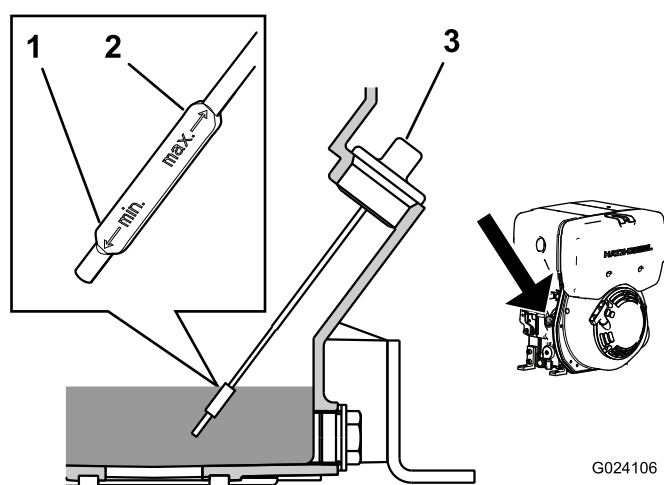

Рисунок 18
4. Очистите поверхность вокруг измерительного щупа (Рисунок 18), чтобы загрязнения не могли попасть в заливное отверстие и привести к повреждению двигателя.
5. Выверните щуп и начисто протрите его конец (Рисунок 18).
6. Полностью заверните щуп в заливную горловину (Рисунок 18).